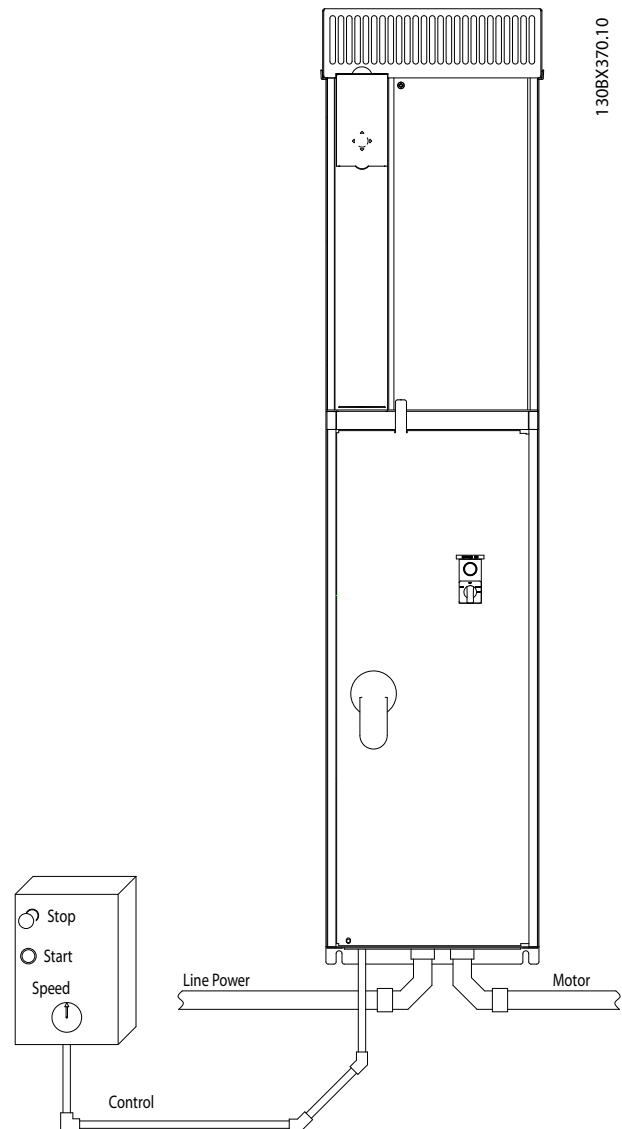

図 2.3 導管を使用した正しい電氣的設置の例
- モーター配線は、高周波電流を流すために、主電源、モーター電力、および制御線が異なる導管を通ることが重要です。金属導管あるいは個別シールド線を使用します。図 2.3 を参照 電力、モーター、コントロール配線の隔離を行わないと、機器の最適な性能が得られません。